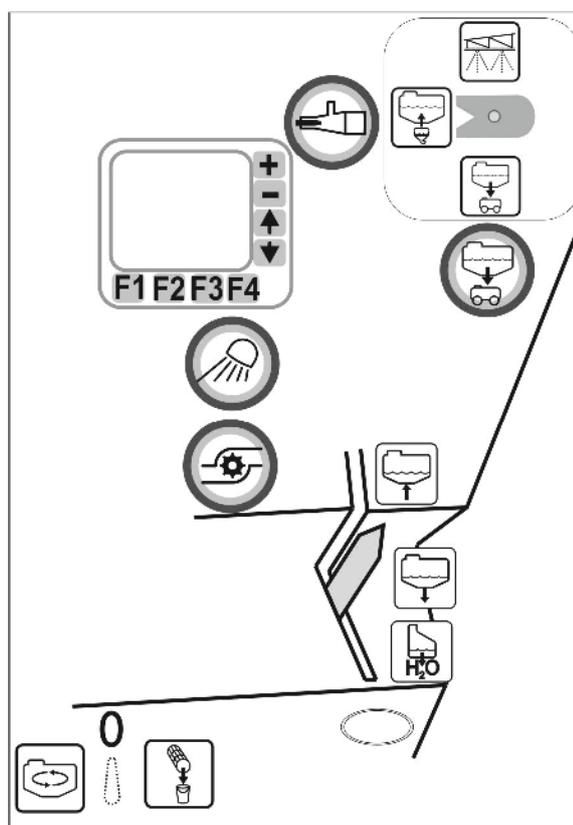

Fig. 144
2. Retirez le filtre à pression (Fig. 144/1) et nettoyez-le à l'eau.
5. Retirez le filtre sous pression (Fig. 144/1) et nettoyez-le à l'eau.